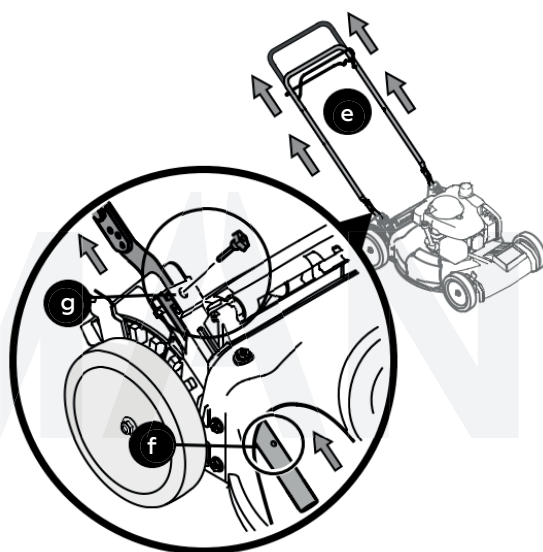

Рис. 3
- Потяните вверх за рукоятку (e) (рис. 3) до тех пор, пока не совпадут отверстия в нижней части рукоятки (f) с отверстиями в кронштейнах (g) (рис. 3 вставка, вырез в деке).